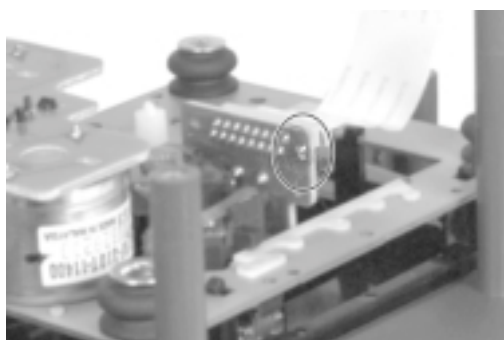

Fig. 4
- **Achtung: Vor dem Öffnen des Flexprintsteckers zum CD-Laufwerk die Schutzlötstelle auf dem CD-Laufwerk (Fig. 4) zulöten.**
- **Attention: Before opening the flexprint connector to the CD Drive, short circuit the safety solder tag on the CD Drive (Fig. 4).**